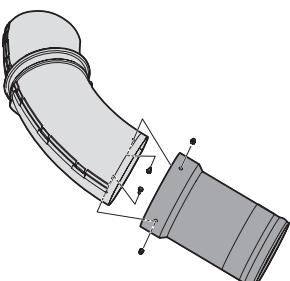

Figura 23
- Coloque el tubo del canal superior en el extremo ancho del tubo de extensión y sujeté los tubos entre sí usando dos tornillos hexagonales (710-3013) y tuercas de seguridad (712-0442). Consulte la Figura 23.